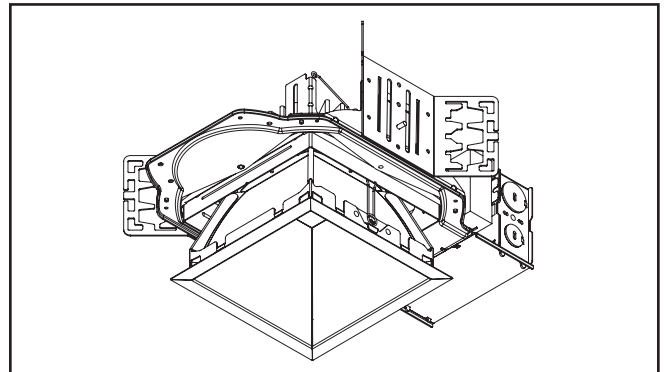

Figura 9.
9. Instale el motor de la luminaria LED y la unidad de la moldura insertando los muelles de torsión en los receptores del muelle ubicados dentro del alojamiento (Figura 9).
1. Extraiga la unidad de la moldura del alojamiento (Figura 9.).